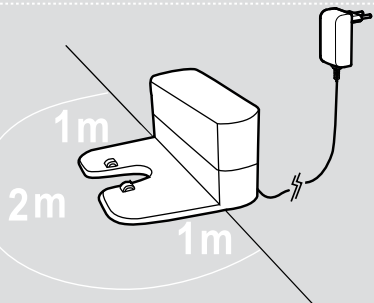

Fig. 2
1. Plugg inn hovedadapteren og koble den til ladestasjonen. **[Fig. 2]**
**[Fig. 2]**